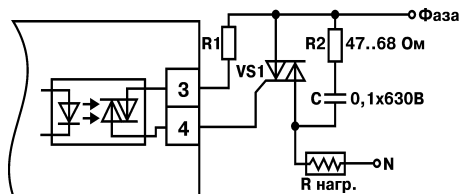

Рис. 17
3.1.10.2. Оптосимистор включается в цепь управления мощного симистора через ограничивающий резистор R1 по схеме, представленной на рис. 17. Величина резистора определяет ток управления симистора.